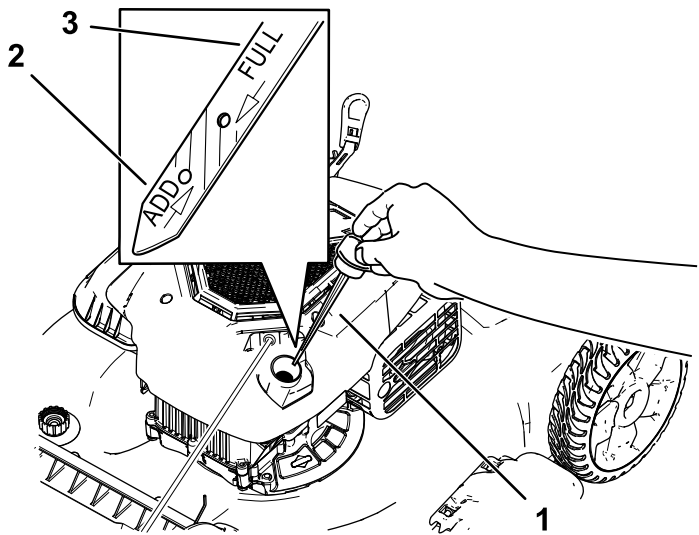

Рисунок 22
3. Выньте масломерный щуп, повернув крышку против часовой стрелки и вытянув ее (Рисунок 22).
10. Определите уровень масла по отметкам на щупе (Рисунок 22).